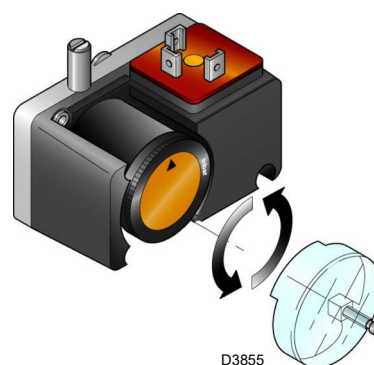

Fig. 30
- Regolare il pressostato gas di minima (Fig. 30 a pag. 32) ad inizio scala.
Eseguire la regolazione del pressostato gas di minima (Fig. 30) dopo aver regolato il bruciatore, le valvole del gas e lo stabilizzatore della rampa.